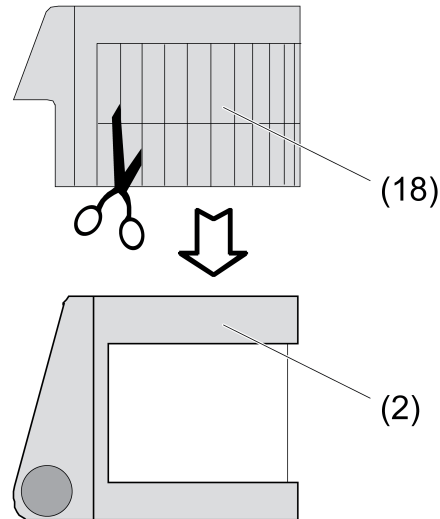

Figure 18: Découper l'obturateur à monter
- Découper l'obturateur à monter (18) (figure 18).
- Glisser l'obturateur à monter sur la tête de capteur (2).